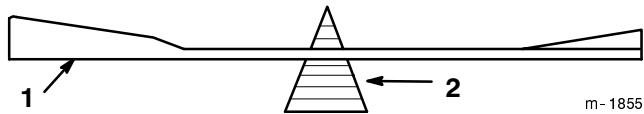

Figure 25
- Vérifiez l'équilibre de la lame en la plaçant sur un équilibrEUR (Fig. 25). Si la lame reste horizontale, elle est équilibrée et peut être utilisée. Si la lame est déséquilibrée, limez un peu le dos de la lame. Vérifiez de nouveau et répétez la procédure jusqu'à ce que la lame soit équilibrée.